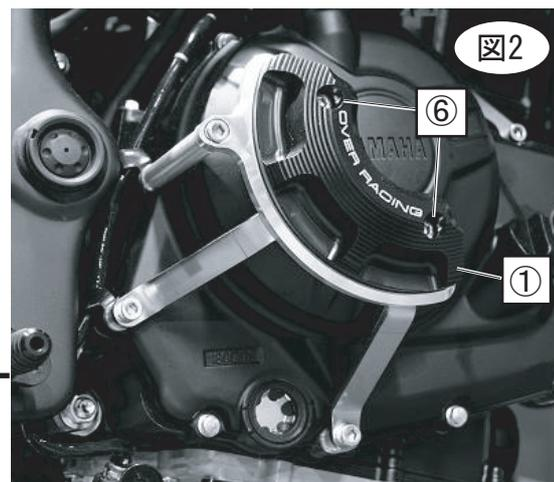

図2
5. ①ジュラコンスライダーを②スライダーベースに⑥M6x15で固定します。(図2参照)